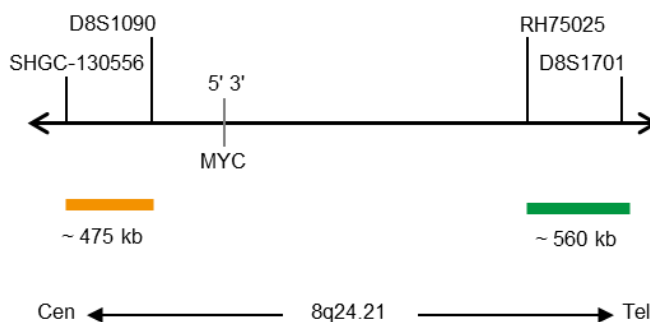

Abb. 1: SPEC MYC Sondenlokalisation (nicht maßstabsgetreu)
- ZyGreen (Anregung 503 nm/Emission 528 nm) markierten Polynukleotiden (~10 ng/ $\mu$ l), die gegen Sequenzen in 8q24.21\* (chr8:130,373,051-130,930,673) gerichtet sind, welche distal zur MYC-Bruchpunktregion lokalisiert sind (siehe Abb. 1).
- ZyOrange (Anregung 547 nm/Emission 572 nm) markierten Polynukleotiden (~4,5 ng/ $\mu$ l), die gegen Sequenzen in 8q24.21\* (chr8:127,888,765-128,363,281) gerichtet sind, welche proximal zur MYC-Bruchpunktregion lokalisiert sind (siehe Abb. 1).